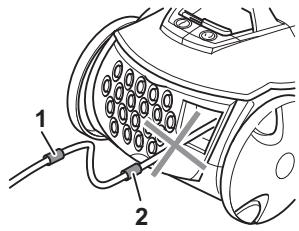
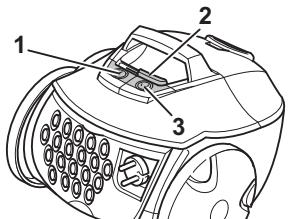

Abb. 10
Abb. 11
2. Ziehen Sie das Kabel am Stecker bis zur gelben Markierung (Abb. 10/1) heraus.
Falls die rote Markierung (Abb. 10/2) sichtbar ist, ziehen Sie das Kabel mithilfe der Kabelaufrolltaste (Abb. 11/3) wieder bis zur gelben Markierung ein. Ansonsten kann das Kabel abreißen. Es besteht die Gefahr eines elektrischen Schlagens.
3. Schalten Sie den Bodenstaubsauger am Ein-/Ausschalter (Abb. 11/1) ein.
4. Stellen Sie die Saugleistung am Saugleistungsregler (Abb. 11/2) ein.